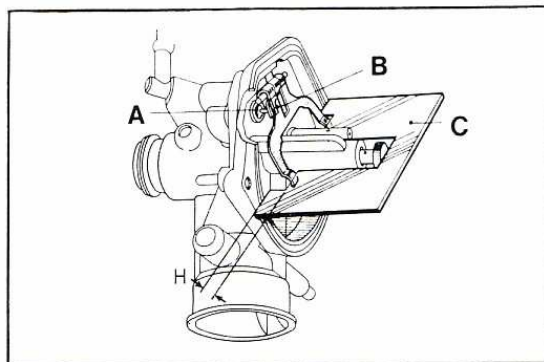

Fig. 45. — JAUGEAGE DU NIVEAU DU FLOTTEUR.
Régalez comme l'indique la fig. 45 en mettant le carburateur à bout et en mesurant la position (H) du bras du flotteur avec la jauge de niveau lorsque le bras se trouve dans une telle position qu'il touche tout juste la soupape du flotteur ou avec un jeu de 0,1 mm.